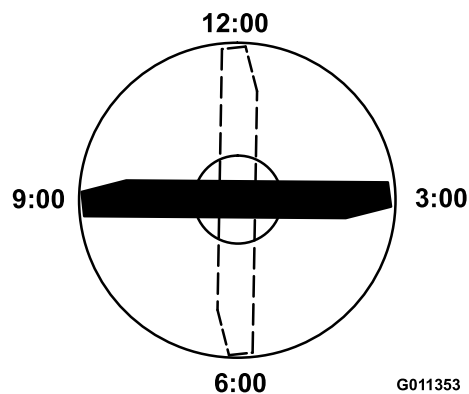

Figure 100
5. Positionnez le tranchant de l'extrémité marquée à la position 12 heures (droit devant dans la direction de la tonte) (Figure 100) et mesurez la hauteur de la surface plane au tranchant de la lame.
6. Tournez l'extrémité marquée de la lame aux positions 3 et 9 heures (Figure 100) et mesurez les hauteurs respectives.